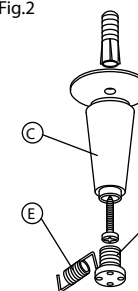

Fig.4
5. Colocar la tela metiendo los agujeros F en los extremos del muelle (fig 4).